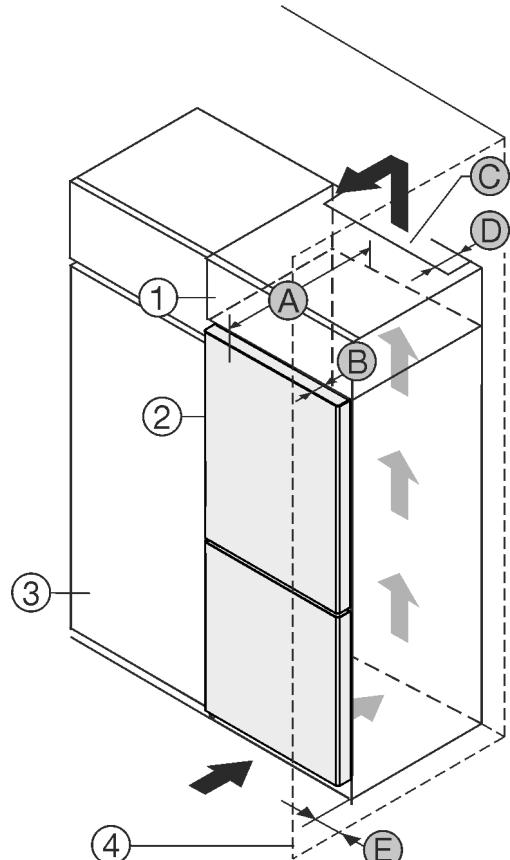

Fig. 1
- (1) Aufsatzschrank*
- (2) Gerät*
- (3) Küchenschrank*
- (4) Wand*
- (A) Gerätetiefe*
- (B) Türtiefe*
- (C) Belüftungsquerschnitt*
- (D) Abstand Geräterückseite*
- (E) Abstand zur Geräteseite*
Gerät direkt neben dem Küchenschrank Fig. 1 (3) aufstellen.*
An der Rückseite des Aufsatzschrankes muss ein Abluftschacht mit der Tiefe Fig. 1 (D) über die gesamte Aufsatzschrankbreite vorhanden sein.*
Unter der Raumdecke muss der Entlüftungsquerschnitt Fig. 1 (C) eingehalten werden.*
Wenn das Gerät mit den Scharnieren neben einer Wand Fig. 1 (4) aufgestellt wird, muss der Abstand zwischen Gerät und Wand mindestens 13 mm betragen.*
Wenn das Gerät mit den Scharnieren neben einer Wand Fig. 1 (4) aufgestellt wird, muss der Abstand zwischen Gerät und Wand mindestens 20 mm betragen.*
Um die Türe vollständig öffnen zu können, muss Gerät um die Türtiefe *Fig. 1 (B)* gegenüber der Küchenschrankfront vorstehen. Abhängig von der Tiefe der Küchenschränke *Fig. 1 (3)* und Verwendung von Wandabstandshaltern kann das Gerät weiter herausragen.*